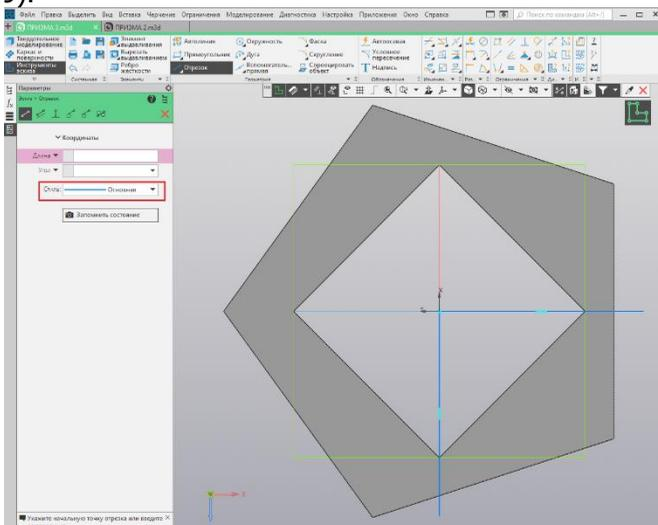

Рис. 39.
2. Средствами инструментальной панели **Геометрия** вычерчиваем контур эскиза, который представляет собой два взаимно перпендикулярных отрезка, выполненных стилем линии Основная (рис. 39).